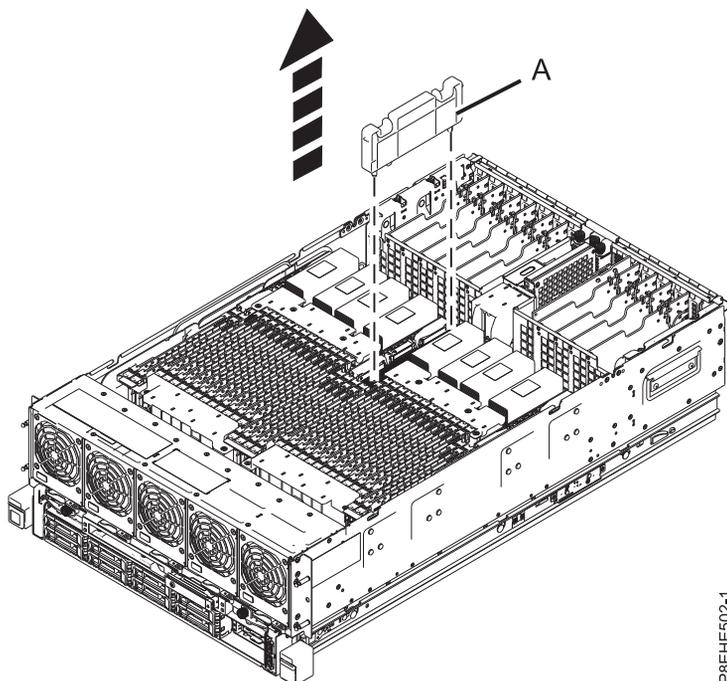

Figure 4. Retrait d'un obturateur de régulateur de tension de processeur du système
4. Retirez l'obturateur de l'emplacement, comme illustré dans la figure 4, à la page 7.